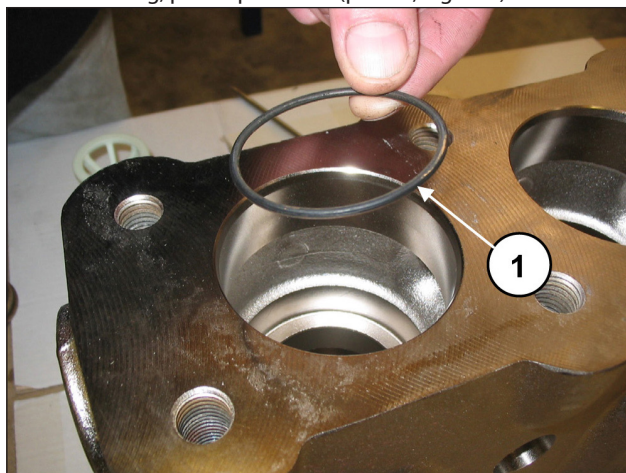

Fig. 114
Inserire l'O-ring, pos. esploso n. 5 (pos. ①, Fig. 114).